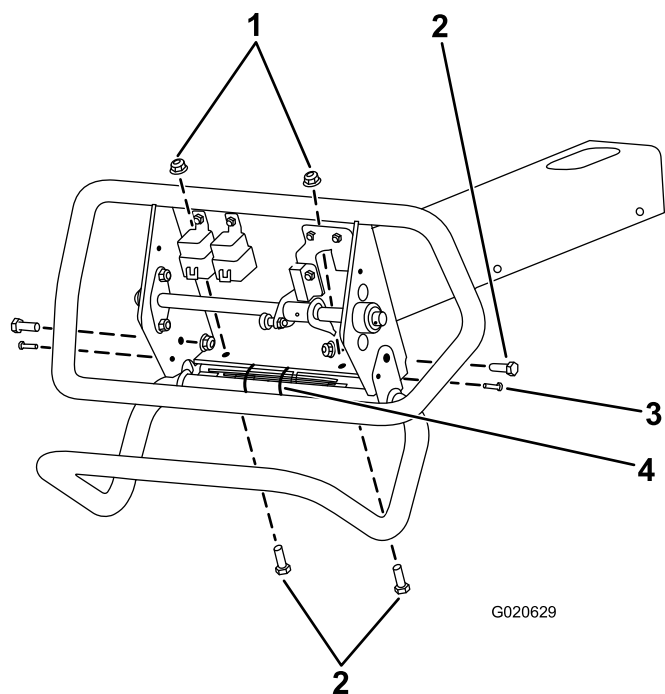

Figura 5
1. Alinee los taladros del manillar con los taladros del bastidor (Figura 5).
2. Inserte los 2 pernos de cabeza hexagonal (N° 10-24 x 3/4 pulgadas) a través del manillar, los taladros del bastidor y la tapa del panel de control (Figura 5).
3. Sujete el manillar al bastidor con los 4 pernos de cabeza hexagonal (3/8 x 1 pulgada) y las 4 tuercas con arandela prensada (Figura 5).
4. Apriete los 4 pernos de cabeza hexagonal (N° 10-24 x 3/4 pulgada) que sujetan la tapa al bastidor (Figura 5).
5. Instale las 2 bridas que sujetan el arnés de cables al bastidor (Figura 5).